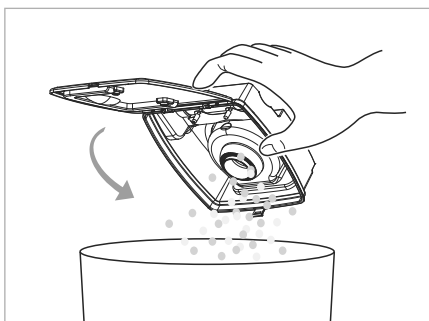

Fig. 11
- 4) Videz le contenu du bac à poussière **14** dans une poubelle (voir fig. 11).